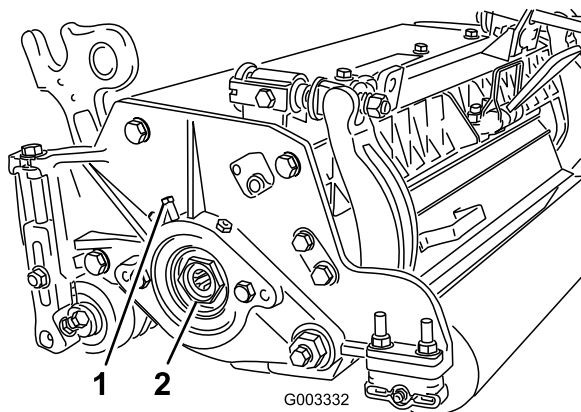

図 31
- A. カuttingユニットの左側にあるベアリングハウジングにベアリング調整ナットを固定している固定ねじをゆるめる 図 31。